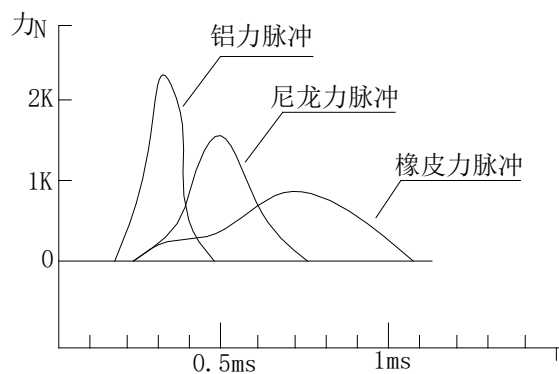

图 7 不同缓冲产生的力脉冲
(1) 力锤锤帽的硬度；(2) 力锤的质量；(3) 被击物的刚度。力锤及物体硬度愈高，则碰击时间愈短。力锤质量不但决定了锤击力的大小，也会影响到脉冲宽度，锤头质量大的，碰击时间一般也较大。被测物的刚度愈大、碰击时间愈短。在以上三个因素中，被测物体的刚度由试件决定，无法选择。锤头质量大小，主要用于决定锤击力，由试验对象的大小及要求激振的能量决定。力谱的频带宽度主要通过选择不同的缓冲材料决定。如果试件材料为钢，采用铝锤帽敲击、力频在 2 ~ 3KHZ 以下基本上是平直的；采用尼龙缓冲头冲击、力频在 800HZ ~ 2KHZ 以下是直的；采用橡皮缓冲只能用于 200 ~ 500HZ 以下的低频试验。图 7 为不同缓冲材料（铝、尼龙、橡皮）所产生的力脉冲。